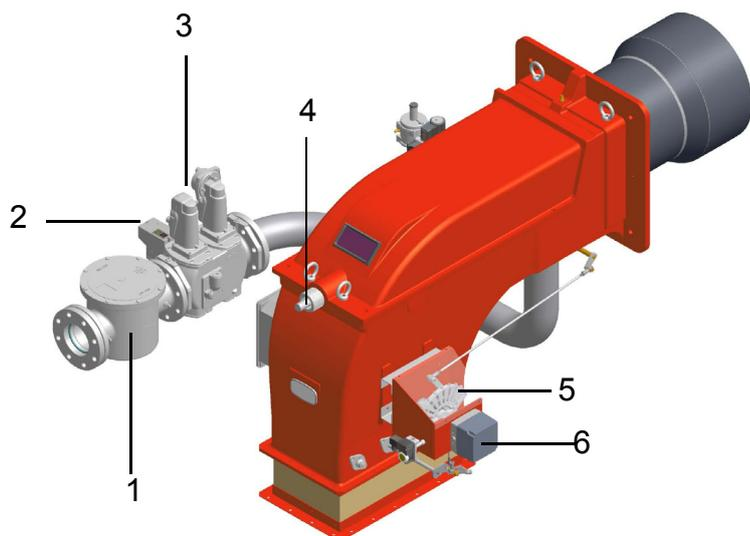

Fig. 4
**ATENCIÓN:** Para ajustar la presión de salida del regulador VD-R, actúe sobre la tuerca del anillo de ajuste apropiado (Fig. 4)